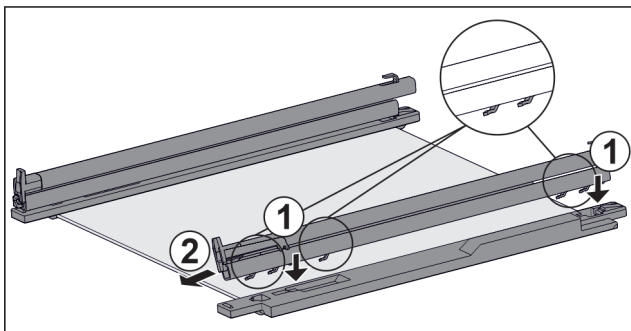

Fig. 125 Стеклопанель с направляющими и крепежными элементами
- ▶ Поместите крючки направляющей в отверстия **левого** крепежного элемента. Fig. 125 (1)
- ▶ Потяните направляющую вперед. Fig. 125 (2)
- ▶ Поместите крючки направляющей в отверстия **правого** крепежного элемента. Fig. 125 (1)